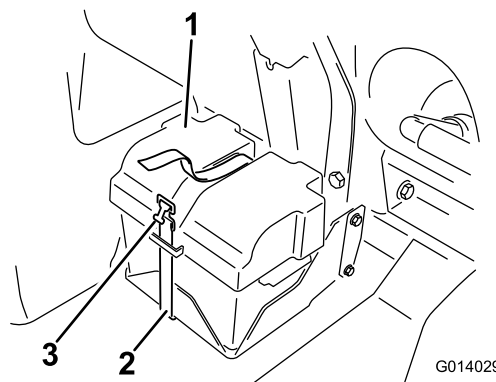

Bild 81
- Nehmen Sie die Batterieabdeckung ab und klemmen das Minuskabel (schwarz) vom Batteriepol ab (Bild 81).
4. Montieren Sie die Batterieabdeckung und befestigen Sie sie mit dem vorher entfernten Riemen (Bild 81).